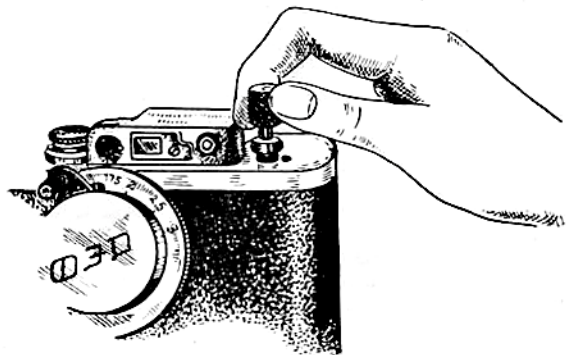
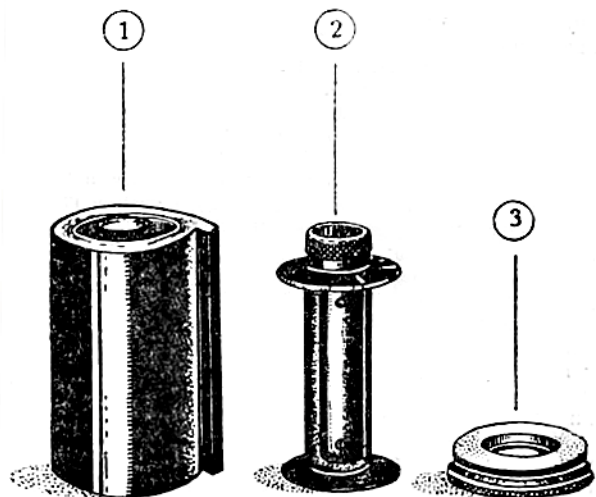
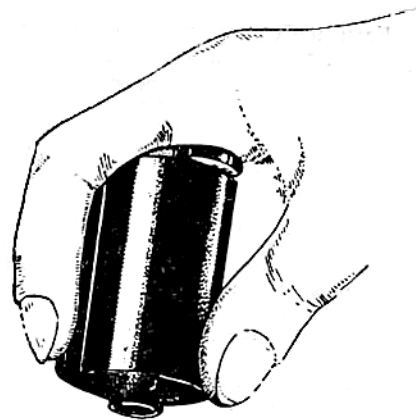

Рис. 3. Перематывание пленки.
Рис. 4. Кассета аппарата „ФЭД“ в собранном и разобранном виде. 2 Кассетная катушка. 3 Кольцо - крышка.
Рис. 5. Открывание кассеты.
Для обратного перематывания заснятой пленки в кассету надо, выключив механизм подачи пленки, поднять головку вверх до отказа (Рис. 3) и вращать ее по направлению стрелки, выгравированной на головке. По окончании перематывания головку опускают до отказа и снова включают механизм подачи пленки, повернув выключатель (16) до упора в стержень, выступающий на крышке.
Держат аппарат нижней съемной крышкой вверх и снимают, как выше было указано (Рис. 3), нижнюю крышку аппарата. Затем вынимают из аппарата кассету, находящуюся справа и аппаратную катушку, находящуюся слева. Теперь отодвигают аппарат в сторону и раскрывают кассету (Рис. 4), нажимая головкой кассетной катушки о доску стола (Рис. 5). В результате кольцо-крышка (Рис. 4/3) освобождается из кассеты и из корпуса вынимают кассетную катушку (Рис. 4/2).
выдвигают головку механизма перематывания пленки (Рис. 1/13) и вращают ее в направлении, стрелки, выгравированной на головке (Рис. 3). Тем самым пленка перематывается с аппаратной катушки снова в кассету. Признаком того, что вся пленка перемотана, служит отсутствие вращения кнопки (8), а также заметно облегченное вращение головки механизма перематывания пленки. Тогда нижнюю крышку аппарата открывают, и вынимают кассету. После этого можно приступать к перезарядке кассеты и к проявлению пленки.